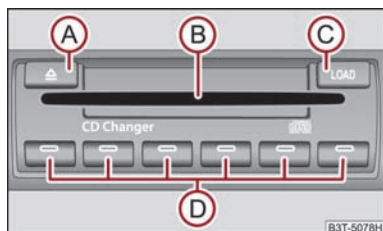

Abb. 149 CD-Wechsler
- Tippen Sie die Taste **(C)** ⇒ Abb. 149 und führen Sie die CD (Compact Disk) in den CD-Schacht **(B)** ein. Die CD wird automatisch auf die niedrigste freie Position im CD-Wechsler geladen. Die Leuchtdiode in der entsprechenden Taste **(D)** hört auf zu blinken.